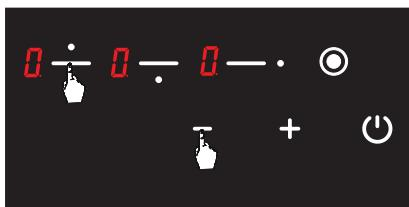

Рис. 21
2. Одновременно нажмите кнопку выбора левой верхней конфорки и кнопку минуса (см. Рис. 21). Вы услышите короткий звуковой. Затем поднимите пальцы с панели управления плиты.